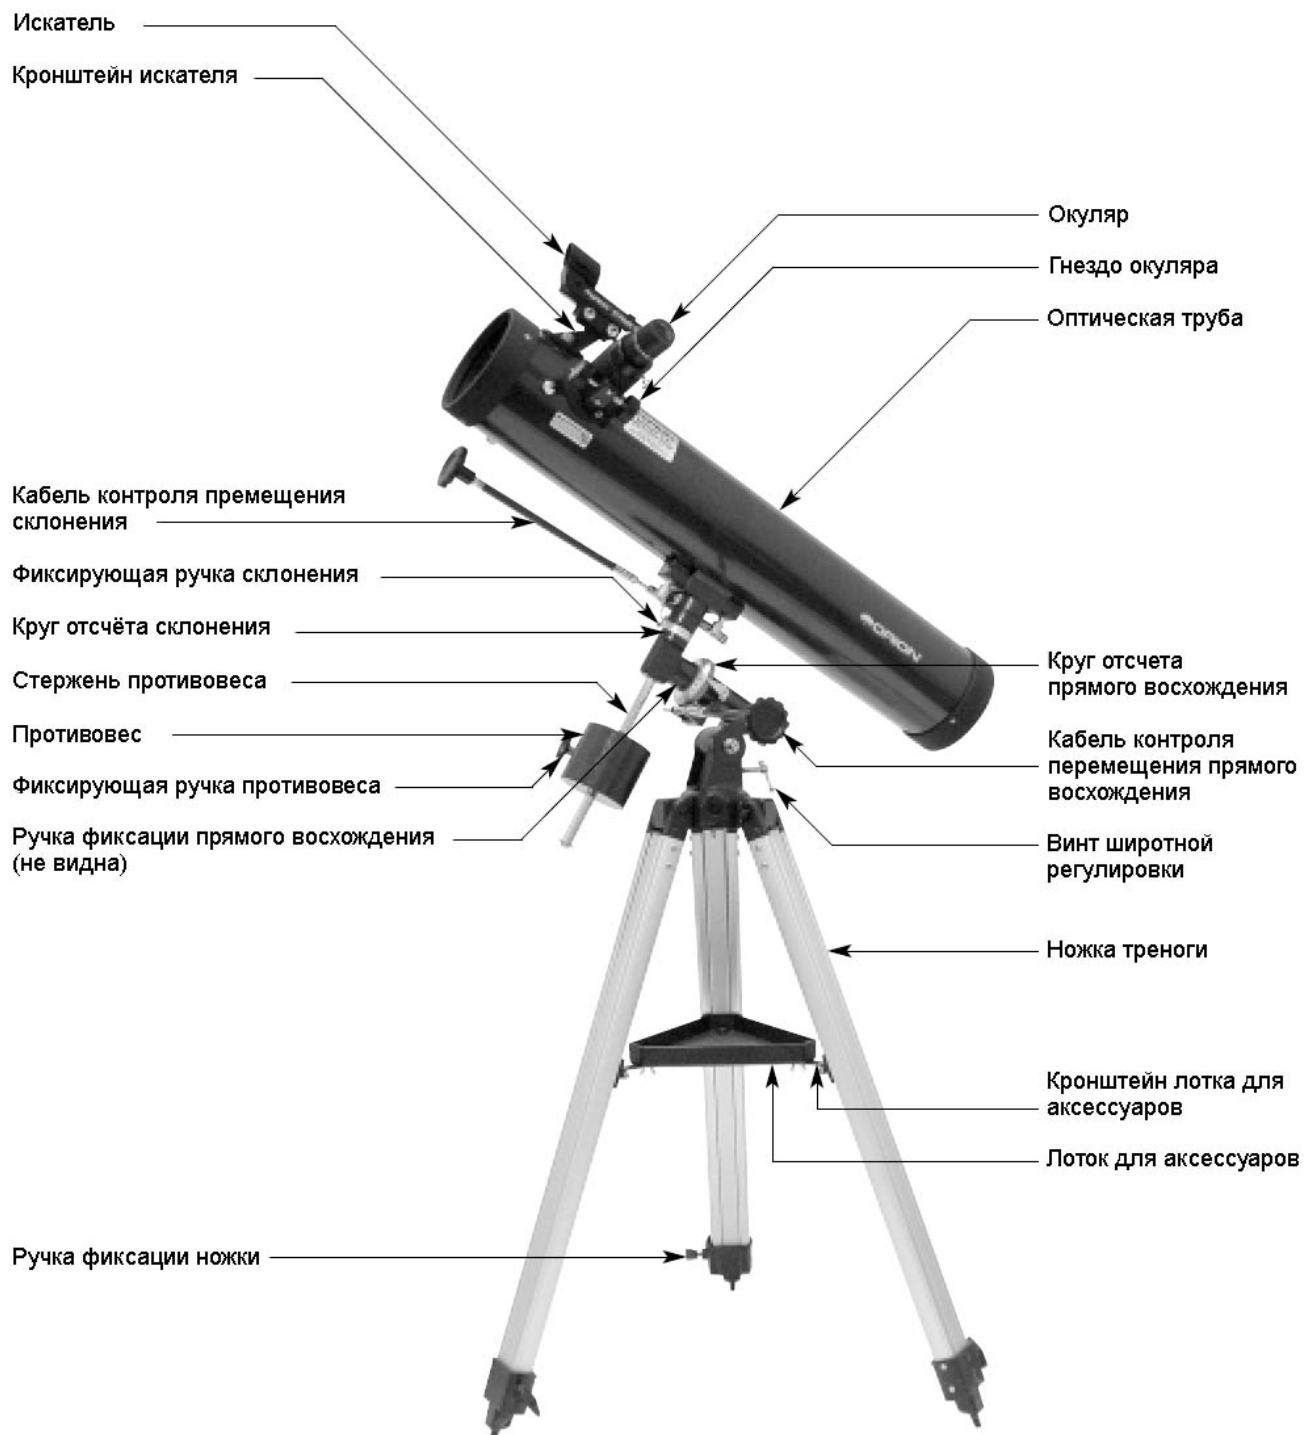

Рисунок 1. SpaceProbe 3 EQ.
Первая сборка телескопа займет около 30 минут. Вам понадобится крестовая отвертка. Затяните все винты для исключения колебаний, но не перетяните. См. рис.1.
8. Снимите два барашка с оптической трубы. Установите трубу на штативе и зафиксируйте её барашками. Для правильного ориентирования трубы см. рис.1.
10. Снимите две металлические гайки, находящиеся около гнезда окуляра. Установите кронштейн искателя на трубе так, чтобы стержни крепления на трубе попали в отверстия на кронштейне. Искатель должен быть ориентирован так, как показано на рис.1. Закрутите гайки на стержнях крепления для фиксации искателя.
Телескоп собран и должен выглядеть так, как показано на рис.1.
3. Ослабьте фиксатор оси склонения и поворачивайте трубу телескопа, пока она не будет расположена параллельно оси прямого восхождения, как показано на рис.1. Указатель на круге отсчета склонения должен быть на отметке 90° . Снова затяните фиксатор.